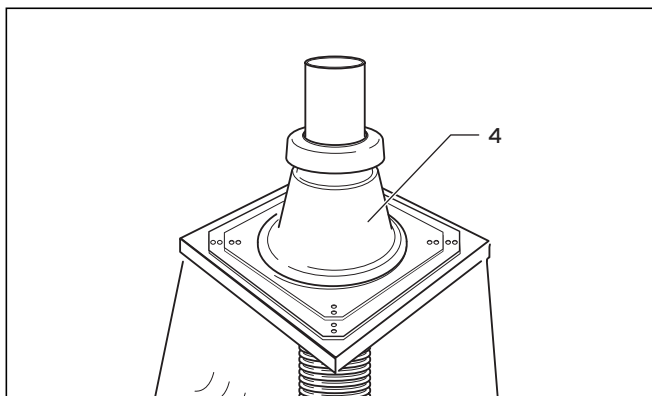

Рис. 4.63 Кожух шахты
- Установите шахтную насадку (4) на трубу устья и наденьте их на шахту (→ рис. 4.63).
- Закрепите шахтную насадку (4) 4 винтами.